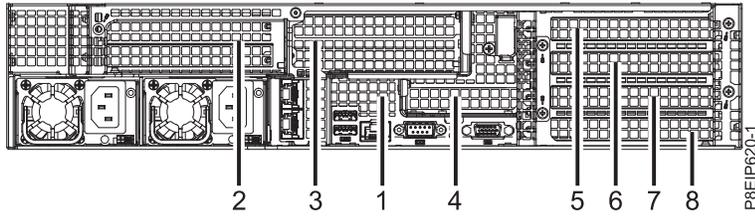

図 54. 8001-22C PCIe アダプターの位置
2. アダプターは、他のアダプターと PCIe ライザー・カードを共有できます。アダプターから外に延びているすべてのケーブルおよびプラグにラベルを付けて、取り外します。 89 ページの図 54を参照して